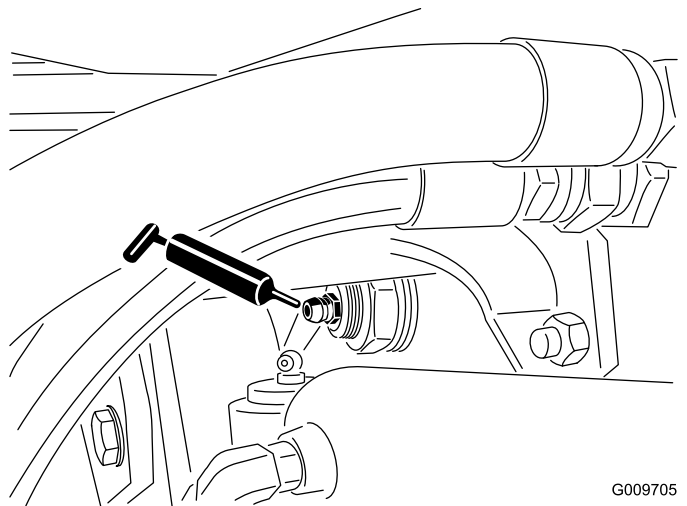

Figure 48
- Bagues de pivot d'essieu arrière (2) (Figure 48).